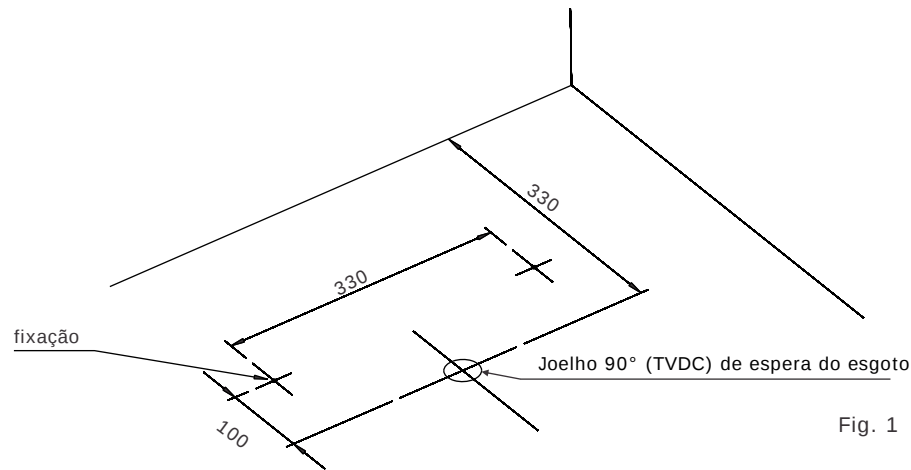

Fig. 1
- 2 Marcar os furos de fixação, conforme Fig. 1, furar o piso com broca de 10mm e colocar as buchas S10 C (item07).